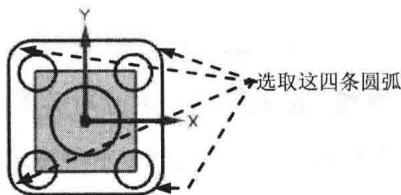
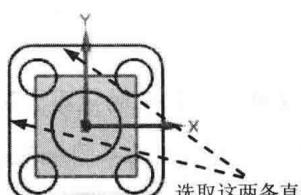

图 1.4.8 等半径约束
图 1.4.9 等长约束
Step5. 添加几何约束。单击“约束”按钮 **≡**，根据系统**选择要约束的对象**的提示，单击 **≡** 按钮，选取图 1.4.8 所示的四条圆弧（两两进行约束），在圆弧之间添加“等半径”约束；单击“约束”按钮 **≡**，根据系统**选择要约束的对象**的提示，单击 **≡** 按钮，选取图 1.4.9 所示的两